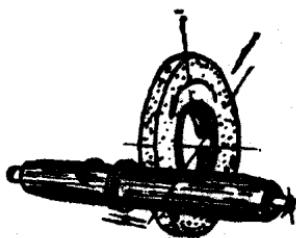

图1 磨外圆
(1) 外圆磨削时的运动(图1)
- ①砂轮快速旋转，称为主运动；
- ②工件旋转，称为圆周进给运动；
- ③工件沿本身轴线作直线往复运动，称为纵向进给运动(纵走刀)；
- ④砂轮在垂直于工件轴线方向的移动，称为横向进给运动(吃刀)。这个运动是不连续的，只是在工件完成一个单行程或往复行程时才进行一次。